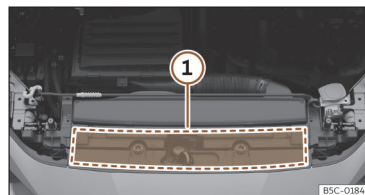

Fig. 214 No compartimento do motor: zona de localização da etiqueta de óleo do motor
tor >>> **Fig. 214** ①. Se utilizar o óleo do motor recomendado, é possível corrigir o nível do enchimento tantas vezes quantas forem necessárias.